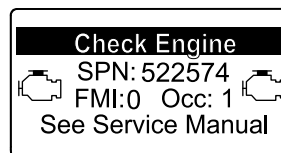

Figura 57
- Advertencia del motor SPN 522574, FMI: 0 (Figura 57)